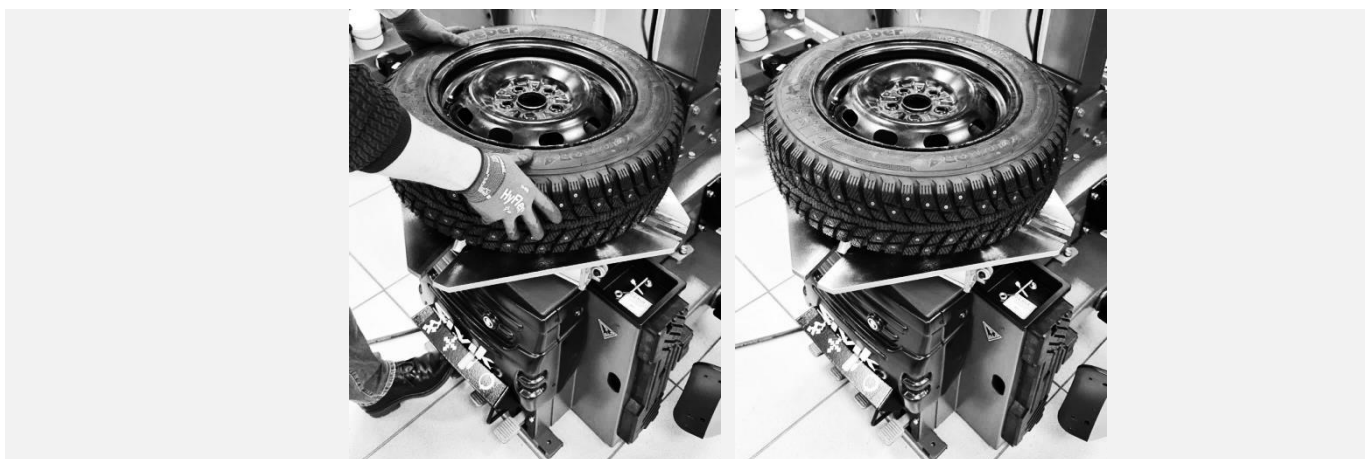

Рисунок 54
- Развести зажимные кулачки, нажав педаль управления зажимными кулачками (см. Рисунок 54).